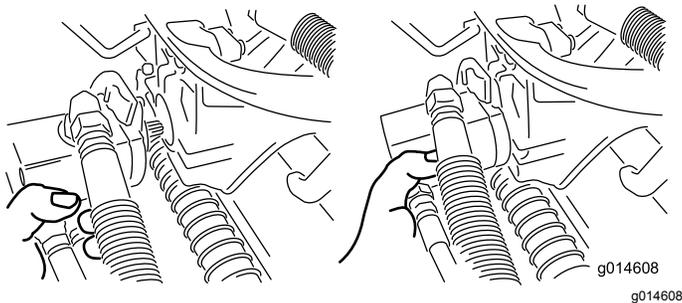

Figura 50
3. Mueva el motor al lugar de almacenamiento en la parte delantera del brazo de suspensión (Figura 50).